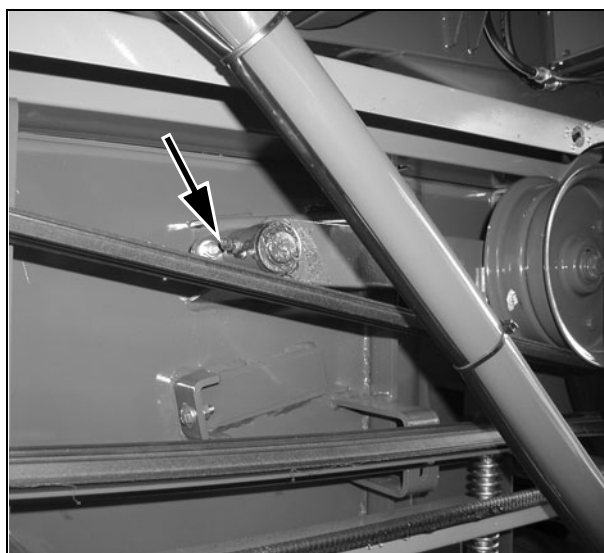

Рис. 23
18.)ПРИВОДНОЙ РЕМЕНЬ ЖАТКИ - Рис. 23